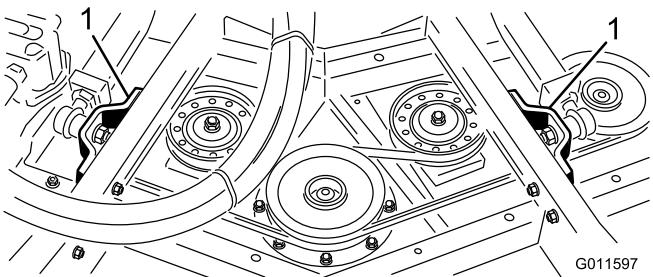

Figura 4
- Retire os parafusos, anilhas e porcas que fixam a rótula esférica de cada braço de elevação ao tubo do braço da roda giratória da unidade de corte (Figura 4).